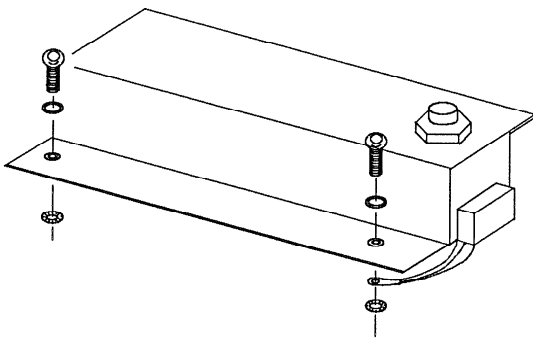

Fig. 3a Anschluss an lackiertes Blech
- Buchsenträger gemäss Fig. 3a oder 3b montieren.